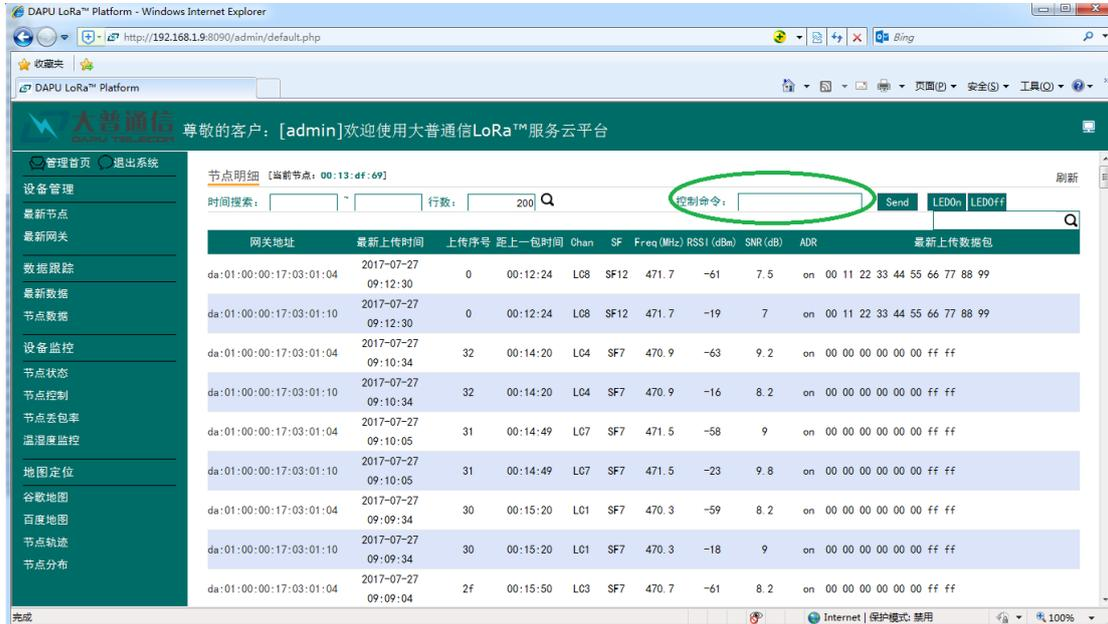

图 3-8
3) 点击对应模块的地址, 在模块显示页面有控制命令输入窗口, 如图 3-8。